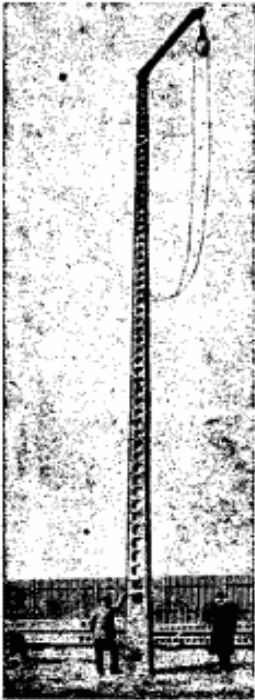

Рис. 35. Железобетонный столб.
8. Столбы, шпалы, фабричные трубы, мачты. Из железобетона оказалось небезвыгодным устраивать железнодорожные шпалы в виду того, что последние меньше подвергаются порче и прочнее деревянных. Шпалы эти делают в виде плоских плит с ребрами и отверстиями для болтов, удерживающих рельс. Столбы для электрических передач, освещения, телефонных и телеграфных линий (см. рис. 35) во многих случаях начинают вытеснять столбы из дерева и стали. Применение железобетона позволило осуществить постройку дымовых труб небывалой высоты до 180 метров. Из железобетона в нескольких странах построены мачты для беспроволочного телеграфа — например, в Японии имеется радиостанция с такими мачтами в виде суживающейся тонкой воронки 200 метров высоты.